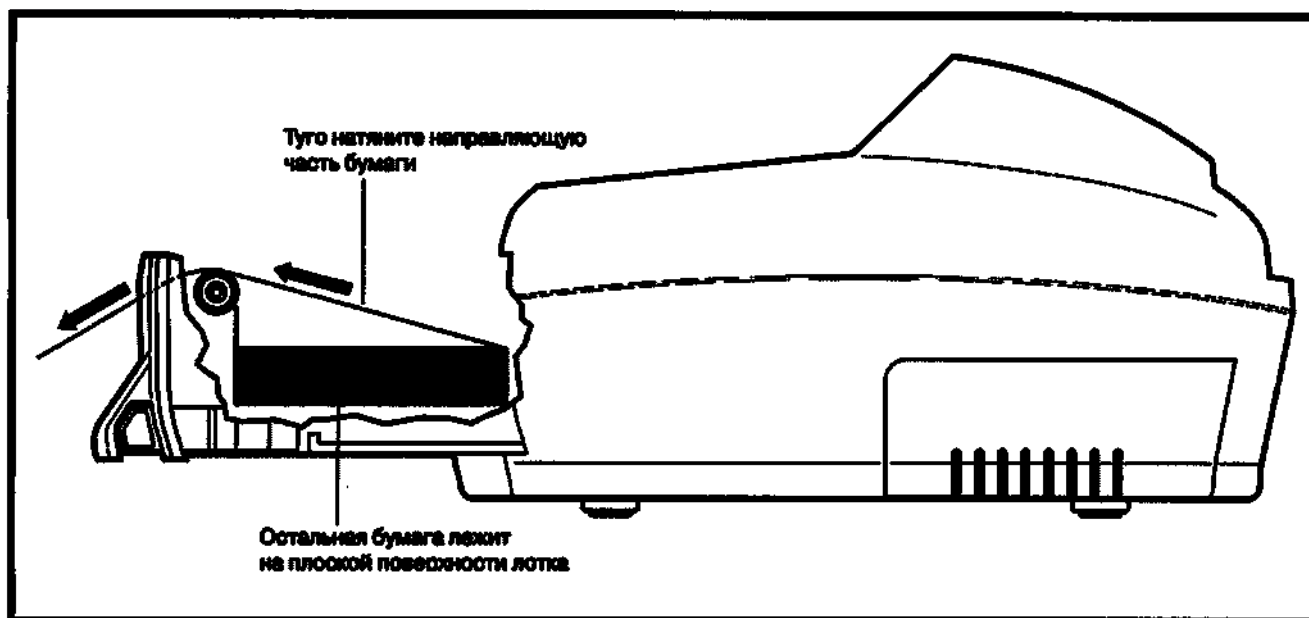
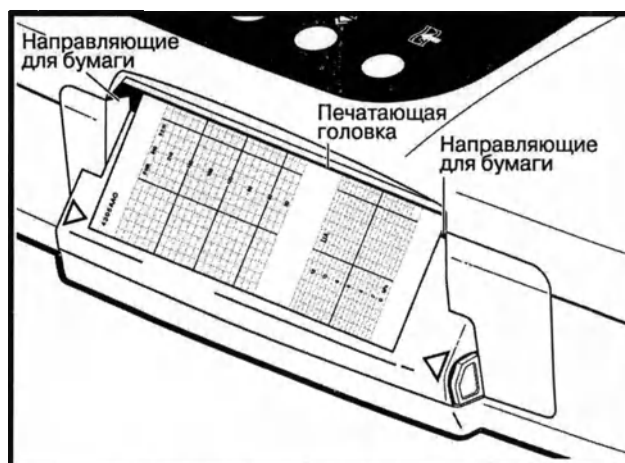

Рис. 4-7. Лоток для бумаги (вид в разрезе)
Рис. 4-8. Закрывание лотка для бумаги
8. Натяните направляющую часть бумаги, чтобы она находилась под углом между оставшейся частью пачки и направляющими для бумаги. Оставшаяся часть бумаги должна ровно лежать в лотке, как показано на рис. 4-7. (Направляющие для бумаги показаны на рис. 4-8.)